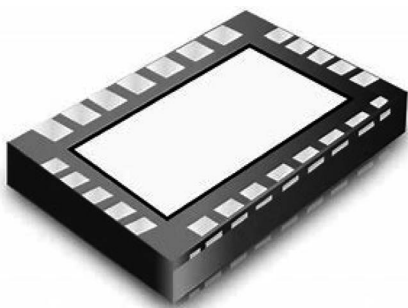

图 3-1 QFN 封装
(1) QFN: 方形扁平无引脚封装。这是表面贴装型封装之一,QFN 是日本电子机械工业会规定的名称,现在多称为 LCC。在封装的四侧配置有电极触点,由于无引脚,贴装占有面积比 QFP 小,高度比 QFP 低,但是,当印刷基板与封装之间产生应力时,在电极接触处就不可以得到缓解,因此电极触点难以做到 QFP 的引脚那样多,一般只有 14~100 个引脚。材料有陶瓷和塑料两种。当有 LCC 标记时基本上是陶瓷 QFN,如图 3-1 所示。